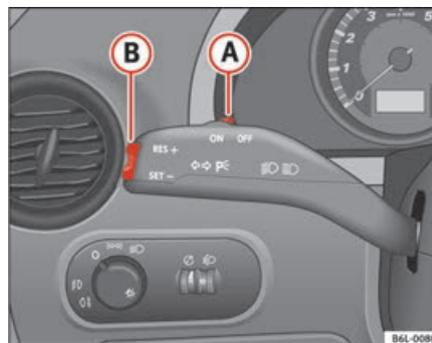

Fig. 106 Alavanca dos indicadores de direcção e máximos: comando e interruptor basculante para o regulador de velocidade
- Empurrar o cursor ⇒ fig. 106 (A) para esquerda para **ON**.